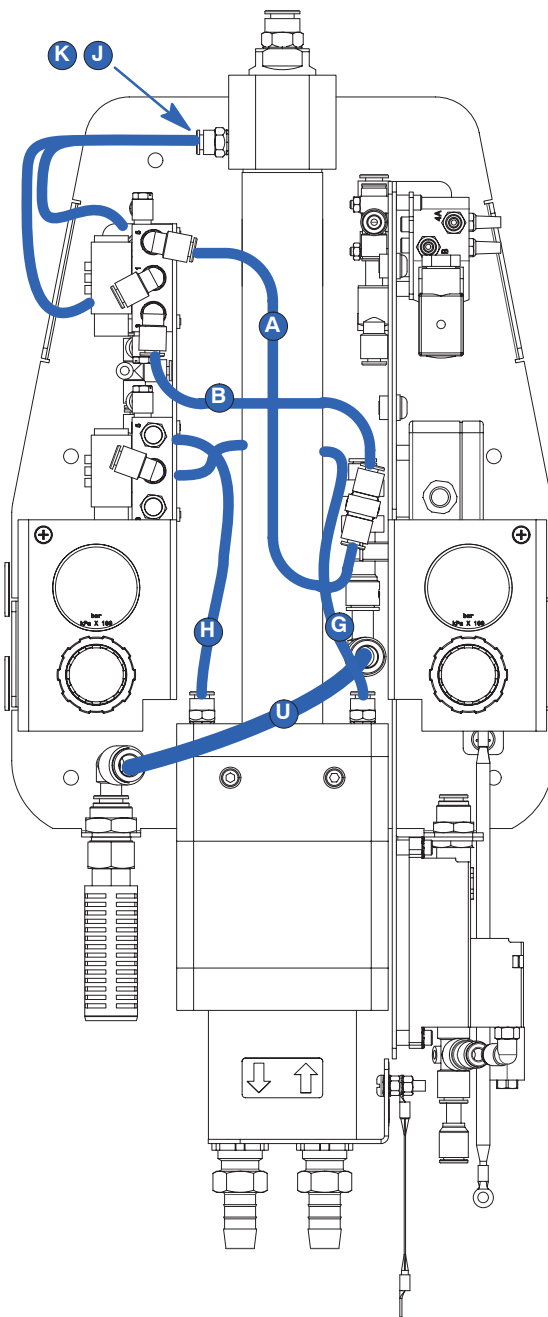

Рис. 11 Отсоединение пневмошлангов
4. См. Рис. 11. Отсоединить один конец каждого из семи указанных пневмошлангов.
ПРИМЕЧАНИЕ: Буквы на Рис. 11 соответствуют буквам на схемах подвода шлангов, стр. 27.